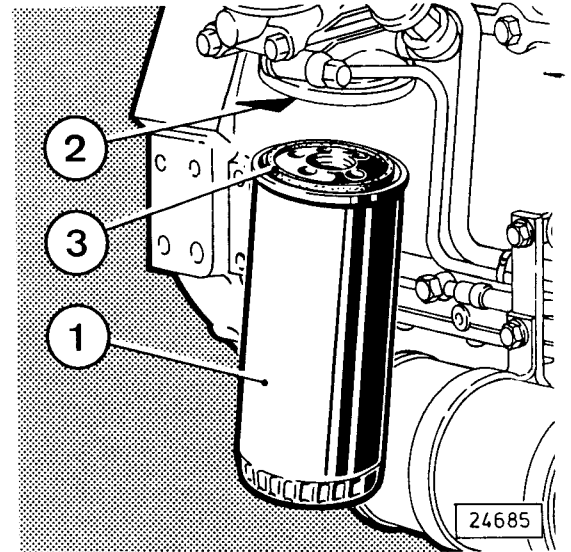

Fig. 50
- Schmierölfilter-Patrone 1 (Fig. 50) mit einem Löseschlüssel lösen und mit der Hand abschrauben.